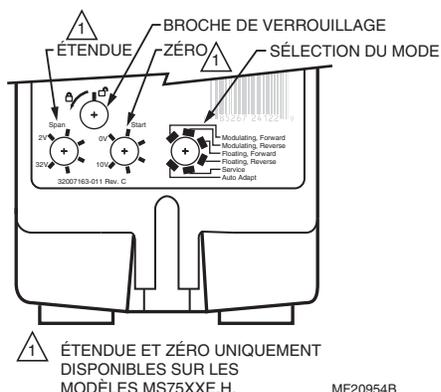

Fig. 4. Cadres pour signal de commande et zéro/étendue.
**REMARQUE :** Réaliser les sélections en utilisant le cadran à l'avant et à l'arrière de l'actionneur (voir la Fig. 4). Pour les options disponibles, voir le Tableau 5.
Sur ces actionneurs, le zéro et l'étendue peuvent être réglés. La Fig. 4 montre ces cadrans. Ces cadrans ne sont présents que sur les modèles modulateurs améliorés. Voici une brève description de ces cadrans :
2. Mettre le cadran du zéro (voir la Fig. 4) au-delà du point de départ désiré.
5. Tourner le cadran d'étendue (voir la Fig. 4) au réglage minimum (2 V c.c.).